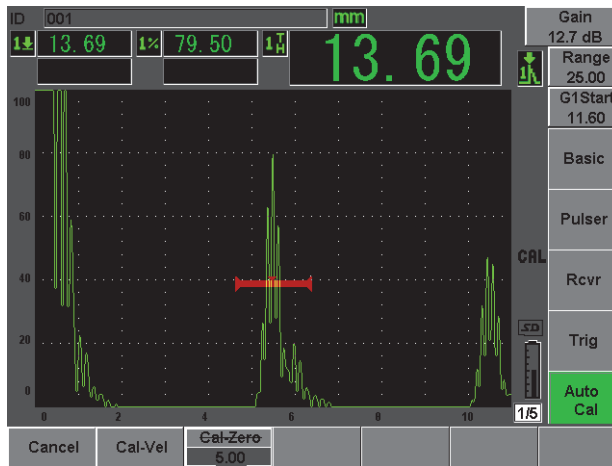

Figure 2-15 Départ de la porte 1
11. Amenez l'indication à 80 % de la hauteur plein écran à l'aide de la fonction (**AUTO XX**) [voir la Figure 2-15 à la page 46).